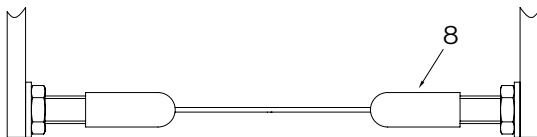

Abb. 35: Tuchstützdraht komplett
- » Drehen Sie die Spanner gleichmäßig rechts und links auf die Schrauben der Tuchstützdrahtwinkel, bis der Tuchstützdraht stramm gespannt ist (8 – Abb. 35)